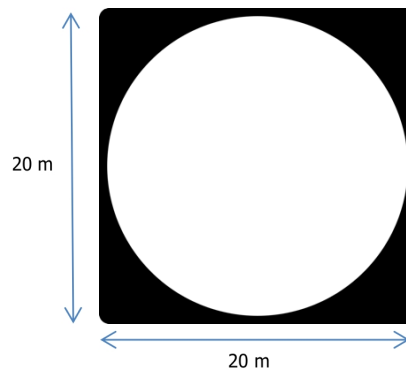

Figura 4. Pared circular.
- En este caso debe seleccionarse un entorno que, para facilitar las pruebas, tenga paredes largas para seguir. Para evitar la tarea de creación del bitmap, se sugiere utilizar el mapa de nombre rink.png disponible en la práctica, tomando unas dimensiones para el mismo de 20x20 m, como se muestra en la Figura 4: